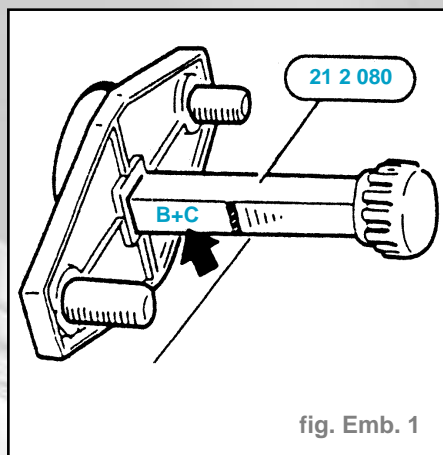

fig. Emb. 1
- Loger l'outil spécial **21 2 080** de sorte que l'échelle graduée correspond au type de boîte considéré, soit visible par le bas (fig. Emb. 1).